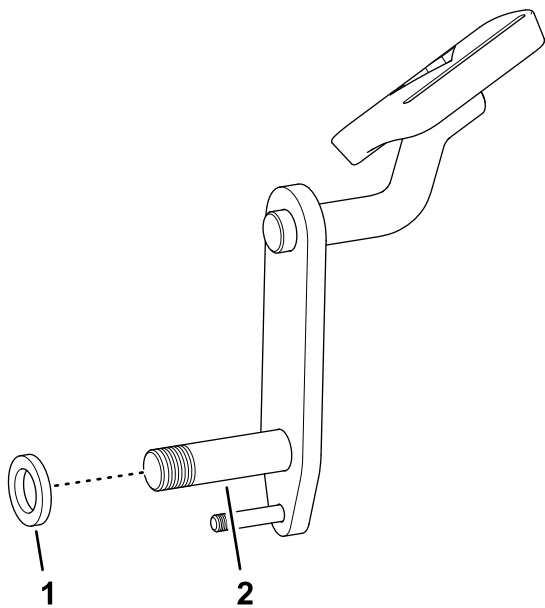

图 10
7. 将隔片 $\frac{5}{8}$  x 1-1/16 英寸组装到锁定踏板的枢轴上方图 10。